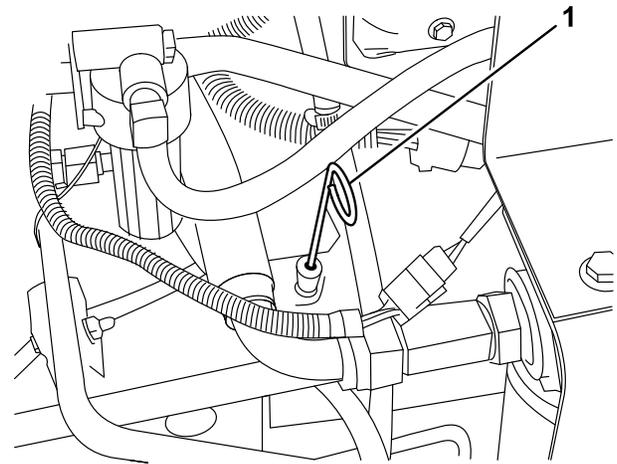

Figura 29
2. Retire la varilla (Figura 29), límpiela, y vuelva a colocarla. Retírela de nuevo y compruebe el nivel de